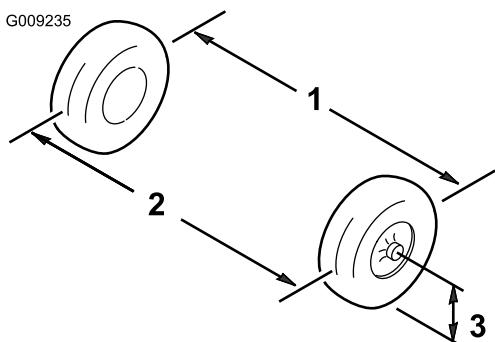

Figura 53
6. Misurate la distanza tra gli pneumatici anteriori all'altezza dell'assale, davanti e dietro le ruote (Figura 53).